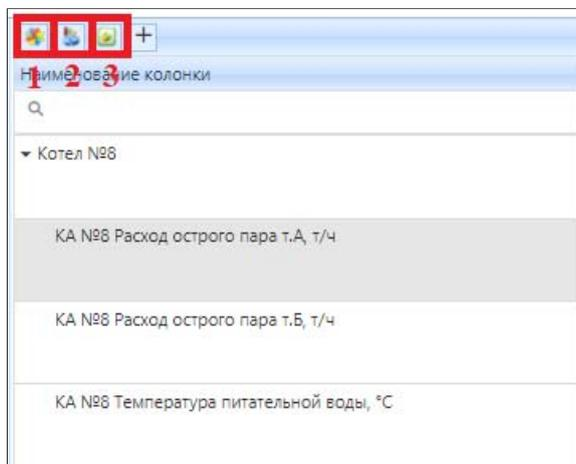
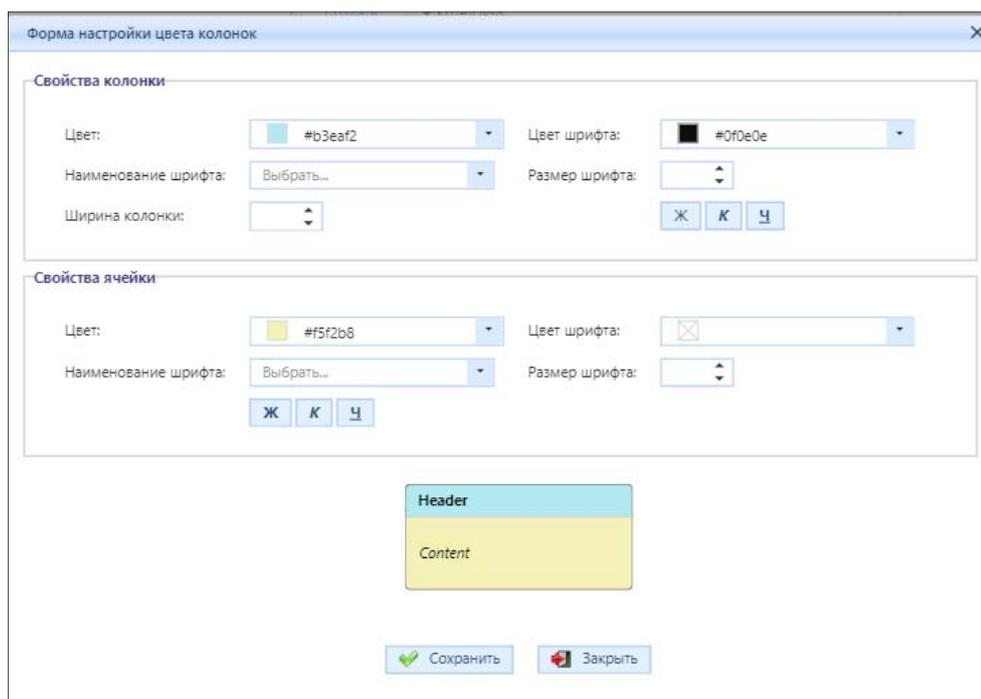
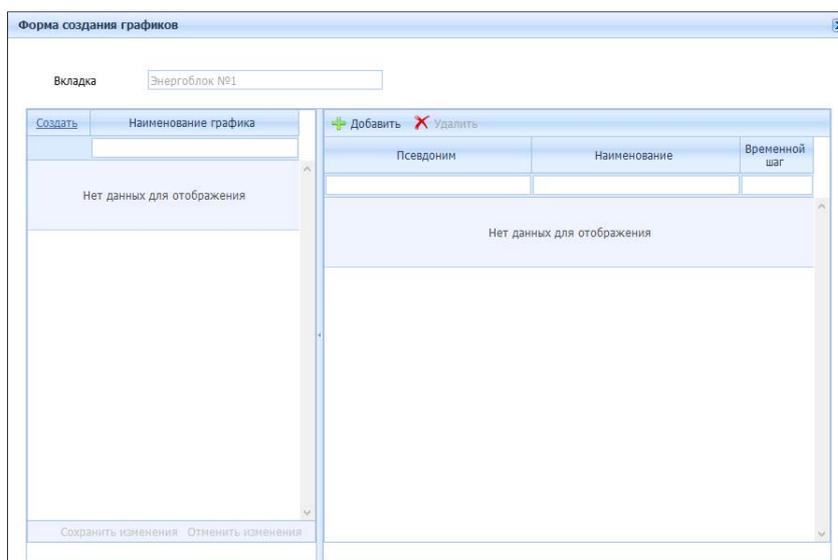
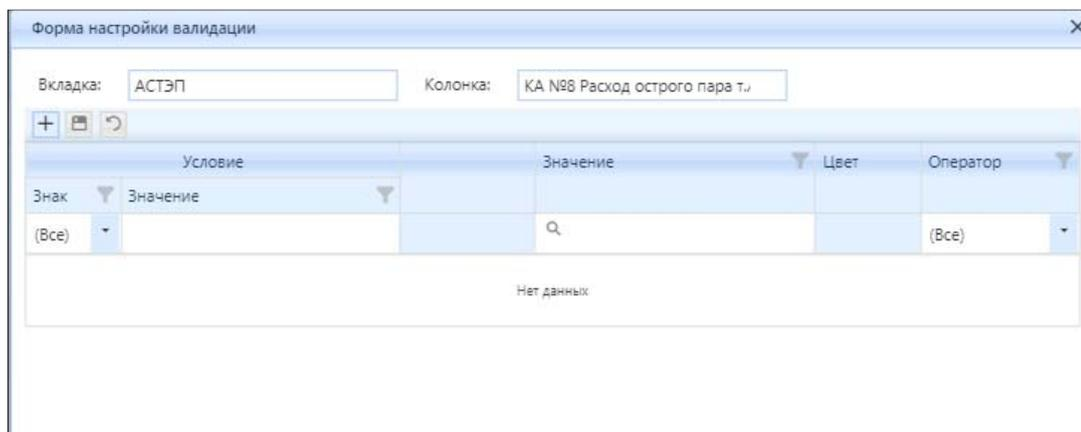

Рисунок 4.6.9 – Основные настройки колонки формы ввода
Рисунок 4.6.10 – «Форма настройки цвета колонки»
Рисунок 4.6.11 – Внешний вид окна «Форма создания графиков»
Рисунок 4.6.12 – Окно «Форма настройки валидации»
Используя кнопки (1) «Палитра», (2) «Графики» и (3) «Валидация», проводятся основные настройки колонки (рис. 4.6.9).
Нажмите кнопку (1) «Палитра» (рис. 4.6.9). Откроется окно «Форма настройки цвета колонки» (рис. 4.6.10). В данном окне имеется возможность настроить отображение выбранной колонки и ее ячеек в форме ввода. Установите необходимые свойства колонок или свойства ячеек в соответствующих записях с настройками. Далее нажмите кнопку «Сохранить» (рис. 4.6.10) для сохранения результатов или кнопку «Заккрыть» (рис. 4.6.10) для выхода из формы без сохранения.
Нажмите кнопку (2) «Графики» (рис. 4.6.9). Откроется окно «Форма создания графиков» (рис. 4.6.11).
Нажмите на кнопку «Создать» (рис. 4.6.11) для добавления нового графика, затем в появившейся строке введите наименование графика. Нажмите кнопку «Добавить» (рис. 4.6.11) и в появившейся строке укажите псевдоним, наименование и временной шаг создаваемого графика. При нажатии кнопки «Удалить» (рис. 4.6.11) созданный график удаляется.
Для настройки правил валидации нажмите кнопку (3) «Валидация» (рис. 4.6.9). Откроется окно «Форма настройки валидации» (рис. 4.6.12), для выбранной вкладки и колонки нажмите на кнопку «+» (рис. 4.6.12).
- нажмите кнопку «Сохранить» (рис. 4.6.12) для подтверждения всех внесенных изменений либо кнопку «Отменить изменения» (рис. 4.6.12) для отмены произведенных действий.